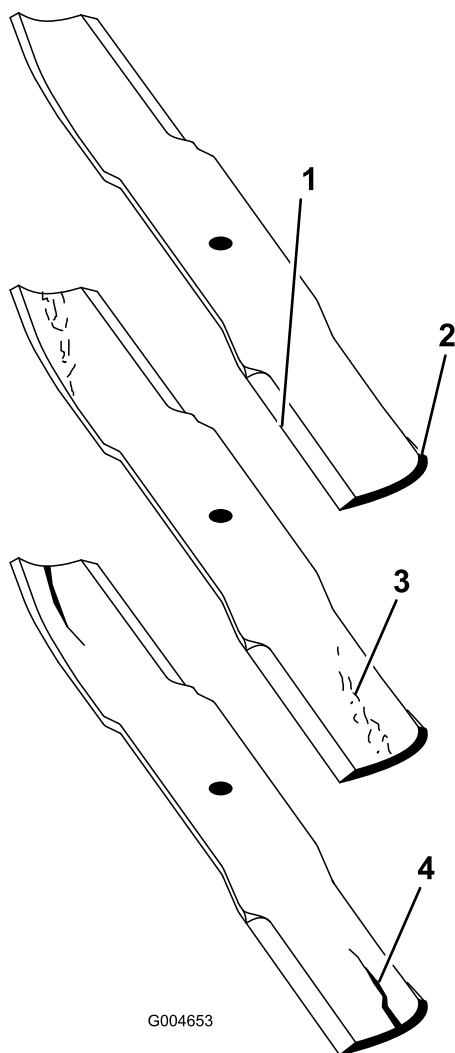

Рисунок 130
2. Осторожно проверьте режущие кромки ножей, особенно в точке соединения плоской и изогнутой частей ножа (Рисунок 130).
Примечание: Так как песок и абразивные материалы могут вызвать износ металла, соединяющего плоскую и изогнутую части ножа, проверьте нож перед использованием газонокосилки. При обнаружении износа (Рисунок 130) замените нож.